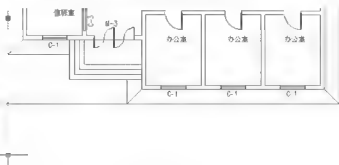

图 3.35 由左侧散水准线生成辅助线 2
- ② 用同样的方法将左侧散水准线向下拉长，如图 3.35 所示。